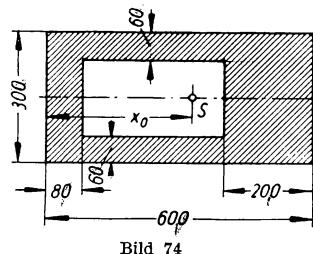

Bild 74
- 213.** Das Maschinengestell (Bild 74) einer Exzenterpresse hat rechteckigen Hohlquerschnitt von den gegebenen Abmessungen. Das Lagenmaß x_0 des Schwerpunkts soll berechnet werden.